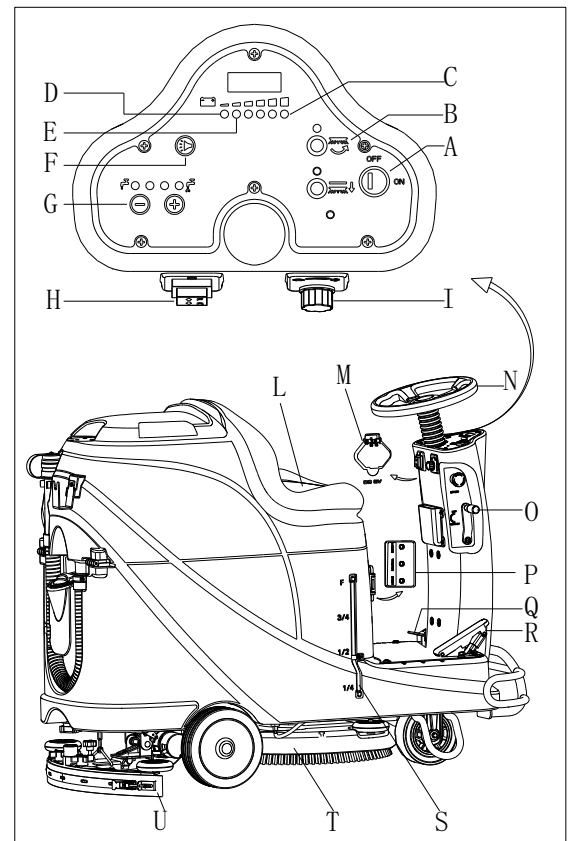

Figura 10
2. Siéntese en el asiento (L, Figura 10), inserte el interruptor de llave (A) y gírelo hacia “ON”. Si la luz verde (C) está encendida, las baterías están completamente cargadas para el uso. Si la luz amarilla (E) o la luz roja (D) está encendida, deben cargarse antes del funcionamiento. [Ver capítulos de MANTENIMIENTO para carga de baterías].
11. Afloje el pedal de aceleración (R, Figura 10), la máquina deja de funcionar.
12. Pulse el botón del cepillo (B) para parar el motor del cepillo.
13. Eleve el ensamble del cepillo (T) presionando el pedal (Q).
14. Eleve el ensamble del cepillo (U) subiendo/bajando la palanca de la escobilla (O), y unos segundos después, el sistema de aspiración se cerrará.